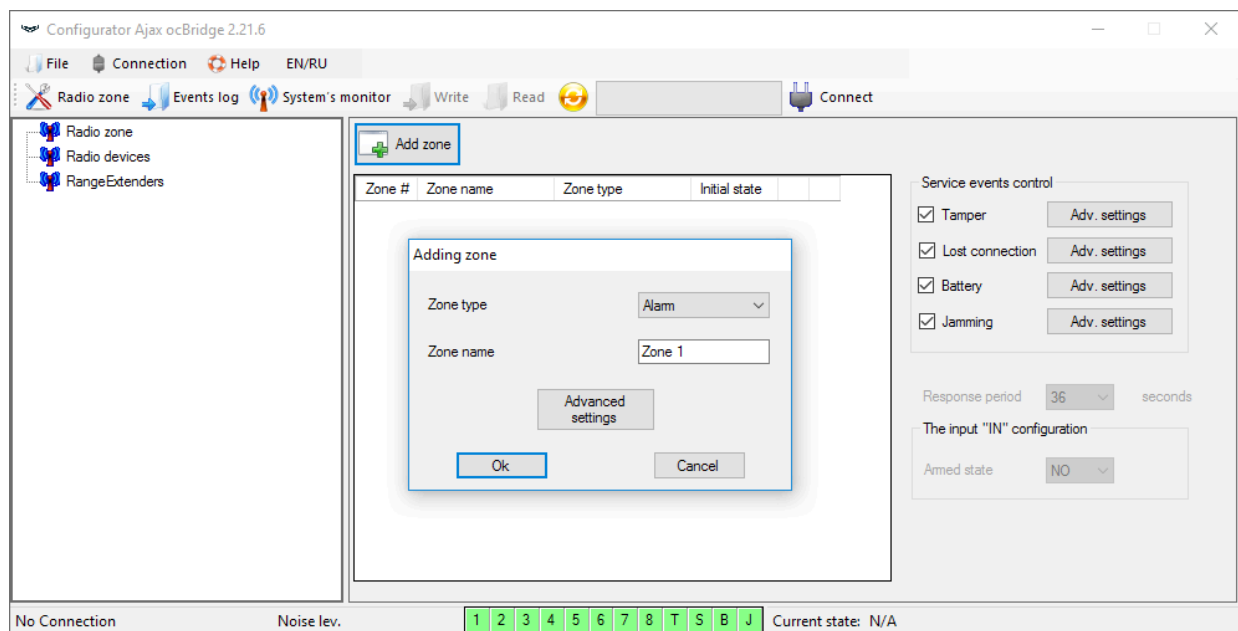

Abb. 3. Zone hinzufügen
2. Alle Geräte, die Sie mit der ocBridge Plus verbinden möchten, müssen über den «**Ajax ocBridge Plus Configurator**» angemeldet werden. Für die Anmeldung der Sensoren müssen im Configurator Alle verbundene Melder angelegt werden, falls dies noch nicht geschehen ist. Dazu “**Radio Zone**” (**Funkzone**) öffnen und auf «**Add zone**» (**Zone hinzufügen**) klicken (Abb. 3).